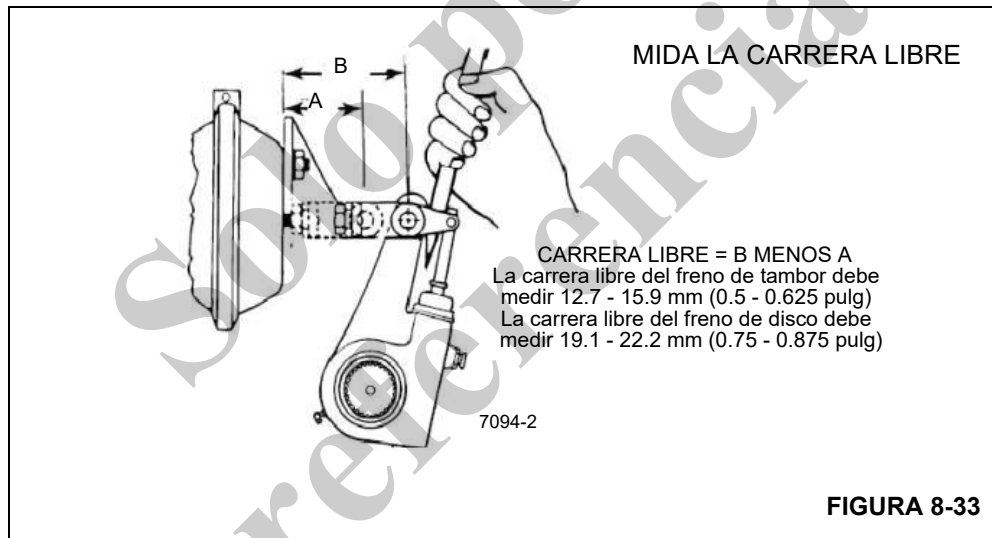

FIGURA 8-33
5. Con los frenos de servicio sueltos, mida la distancia desde el pasador de horquilla del ajustador de holgura hasta la superficie de montaje de la cámara de cada freno. Vea la Dimensión "A" (Figura 8-33).
6. Empezando con una presión de 621 a 689 kPa (90 a 100 psi) en los tanques de aire de los sistemas primario y secundario, aplique los frenos de servicio completamente y manténgalos aplicados. No bombee el pedal de frenos. Mida la distancia entre los mismos puntos del paso 5 en cada freno. Ésta es la dimensión "B" (Figura 8-33).
7. Reste la dimensión "A" de la dimensión "B" en cada posición de freno (Figura 8-33). Este valor no deberá exceder de 5 cm (2 pulg) en los frenos delanteros, ni de 6.3 cm (2.5 pulg) en los traseros.